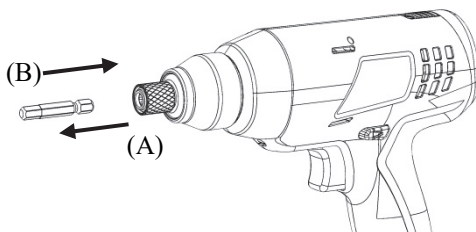

Figure. 4
1. Tirez sur le manchon comme indiqué sur la Fig.4 (A)
2. Insérez le foret dans la tige hexagonale comme indiqué sur la Fig.4 (B), relâchez le manchon pour fixer le foret.